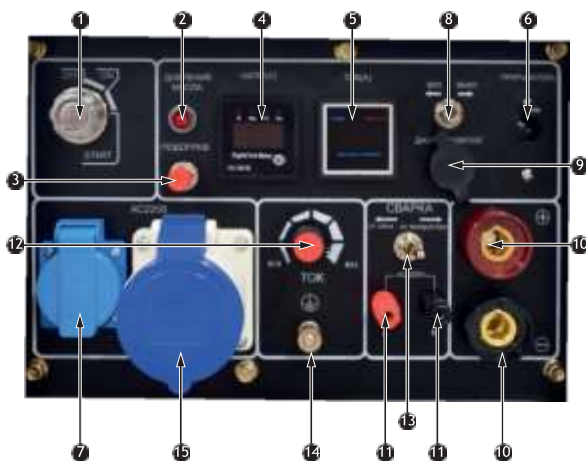

Рис. 3 Панель управления
1. Отключите все потребители электроэнергии от сварочного генератора и установите переключатель режимов в положение «GEN» (генератор), а выключатель сети (Рис. 3 п. 6) в нижнее положение (OFF).